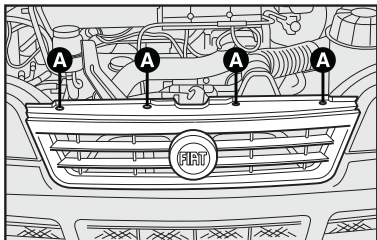

fig. 10
1) Remover a grade dianteira retirando os parafusos **A-fig. 10**.